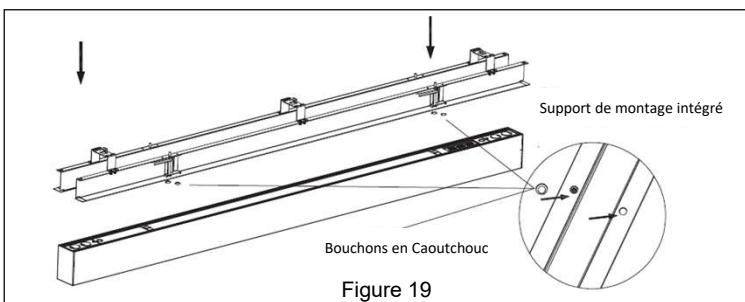

Figure 19
2. Retirez les quatre bouchons en caoutchouc du support de montage, puis installez le support de montage sur le luminaire. **Reportez-vous à la Figure 19.**